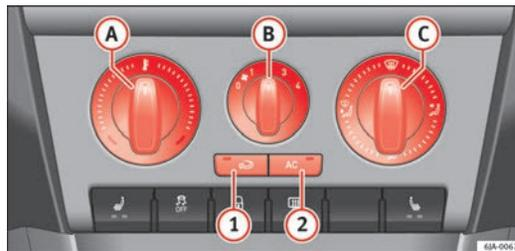

Abb. 99 Klimaanlage: Bedienelemente
Die Kühlung arbeitet nur dann, wenn die Taste **AC** **2** ⇒ Abb. 99 ⇒ Seite 136 gedrückt ist und folgende Bedingungen erfüllt sind:
- Drehen Sie den Drehregler **A** ⇒ Abb. 99 nach rechts, um die Temperatur zu erhöhen.
- Drehen Sie den Gebläseschalter **B** ⇒ Abb. 99 in eine der Positionen 1 bis 4, um das Gebläse einzuschalten.
- Mit dem Luftverteilungsregler  ⇒ Abb. 99 regeln Sie die Richtung des Luftaustritts ⇒ Seite 133.
- Drücke Sie die Taste   ⇒ Abb. 99. Die Kontrollleuchte in der Taste leuchtet auf.
- Bedienelemente A ⇒ Abb. 99 ⇒ Seite 136, B, C und die Tasten 1 und 2.
- Drücke Sie die Taste  **1** ⇒ Abb. 99 ⇒ Seite 136. Die Kontrollleuchte in der Taste leuchtet auf.
- Drücke Sie erneut die Taste  **1** ⇒ Abb. 99 ⇒ Seite 136. Die Kontrollleuchte in der Taste erlischt.
Wenn der Luftverteilungsregler  ⇒ Abb. 99 ⇒ Seite 136 auf die Position  gestellt ist, schaltet sich der Umluftbetrieb automatisch aus. Sie können den Umluftbetrieb in dieser Position wieder einschalten, indem Sie die Taste  drücken.